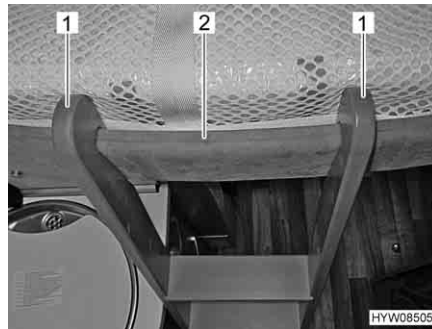

Fig. 69 Scaletta di accesso (agganciata)
- Agganciare la scaletta di accesso con le due staffe (Fig. 69,1) nella barra di presa (Fig. 69,2) al letto basculante.
- Staccare la scaletta di accesso dalla barra di presa (Fig. 69,2) nel letto basculante.